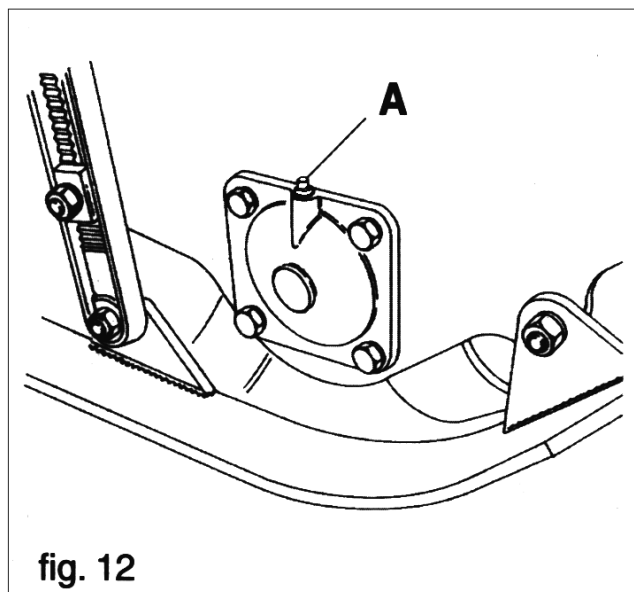

fig. 12
- Smörj rotorns lager genom nippel A (fig. 12) på modellerna **A – C - CS**.